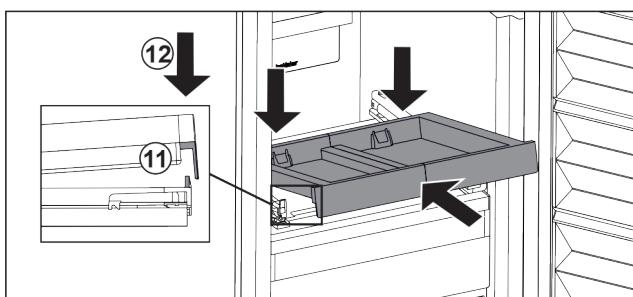

Fig. 104
- Zasuňte ju šikmo. Dbajte na to, aby sa na oboch stranach doraz nachádzal za sponou. Fig. 104 (11)
- Zložte vyťahovaciu poličku vpred. Fig. 104 (12)